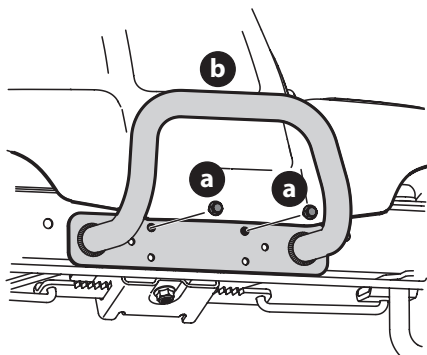

Figura 15
1. Extraiga los dos tornillos (a) como se indica en la Figura 15.
2. Ubique el paragolpes (b) sobre los orificios de montaje y sujete con los tornillos (a) que extrajo en el Paso 1 (Figura 15).